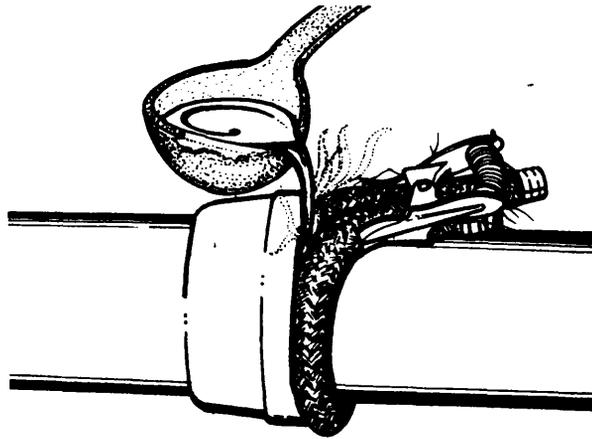

Fig. 7
- 3º paso *Vacíe el plomo, siguiendo los pasos 1, 2 y 3 del caso I, espere uno o dos minutos y saque la culebra (fig. 7).*